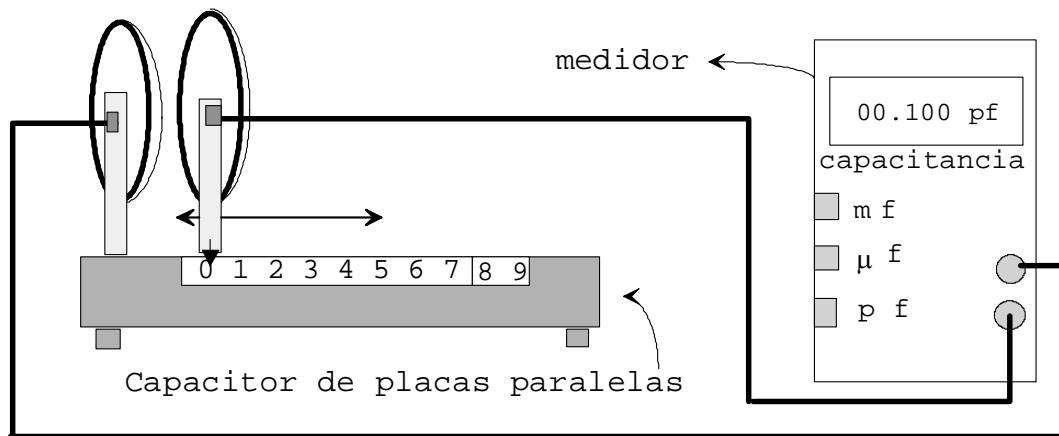

Figura 1a
1. Conecte el medidor de capacitancia (capacitómetro) a las terminales eléctricas de las placas del capacitor de placas planas paralelas, como se indica en la figura 1a.